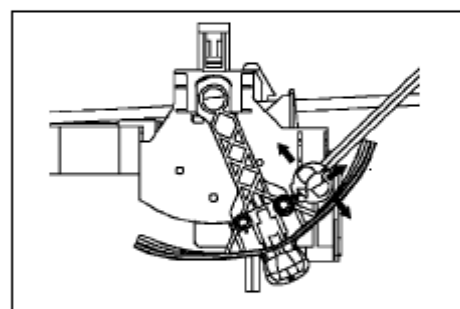

Рис. 433
- (1) Снимите фиксирующий зажим и снимите трос выбора режима подачи воздуха(рис. 433)